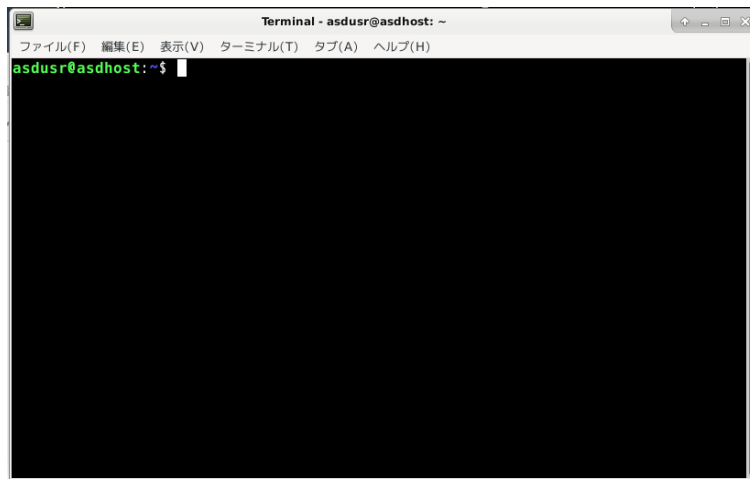

図 2-1-1. ターミナル画面
- ① キーボードで「Ctrl+ALT+T」を押すか、右下の「アプリケーション」→「ターミナルエミュレータ」をクリックしてください。図 2-1-1 のような、ターミナル画面が表示されます。